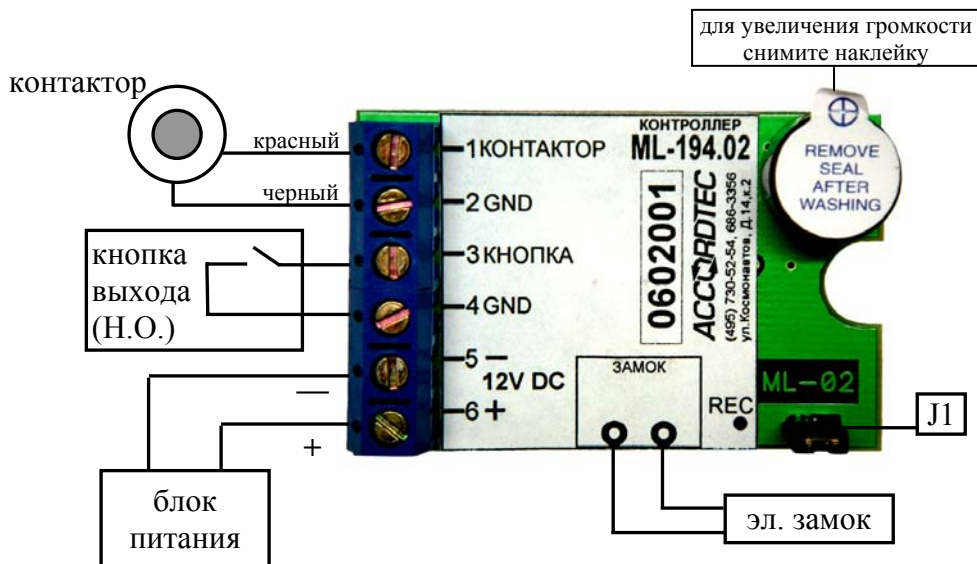

Рис. 1
4. К контактам 1 и 2 подключить контактор. Красный провод – клемма 1, черный — клемма 2 (рис. 1).
5. К контактам 3 и 4 подключить провода от кнопки выхода (рис. 1).
6. К контактам 5 и 6 подключить провода от блока питания 12В. «—» — клемма 5, «+» — клемма 6 (рис. 1).